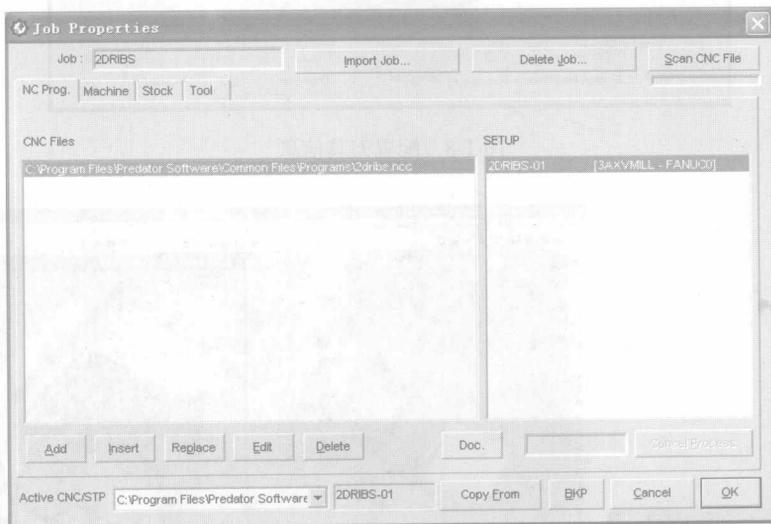

图 1-6 扫描文件
Step2: 扫描文件, 获取配置信息, 见图 1-6。使用按钮“Scan CNC File”(其用法见后面章节的内容), 可获得刀具、毛坯与夹具、机床和控制器信息, 并自动添加到相应窗体中。